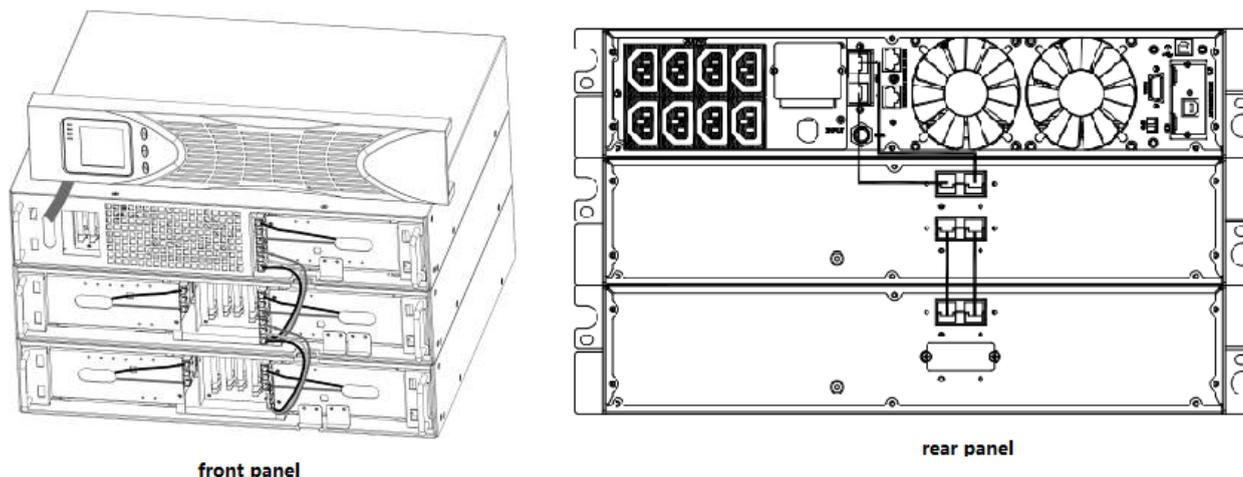

Figura 10 Installazione EBP tipo
- c) Per l'EBP inferiore (o l'unico), rimuovere il passaggio del cavo EBP nella parte superiore della copertura frontale dell'EBP. Si veda la Figura 10 per verificare la posizione del passaggio del cavo EBP superiore.
- d) In caso vengano installati diversi EBP, per ciascun EBP supplementare, rimuovere il passaggio del cavo EBP nella parte superiore e inferiore della copertura anteriore dell'EBP. Si veda Figura 10 per la corretta posizione dei passaggi dei cavi EBP.
e) Collegare il/i cavo/i dell'EBP al polo/i della batteria, come mostrato nella Figura 10.